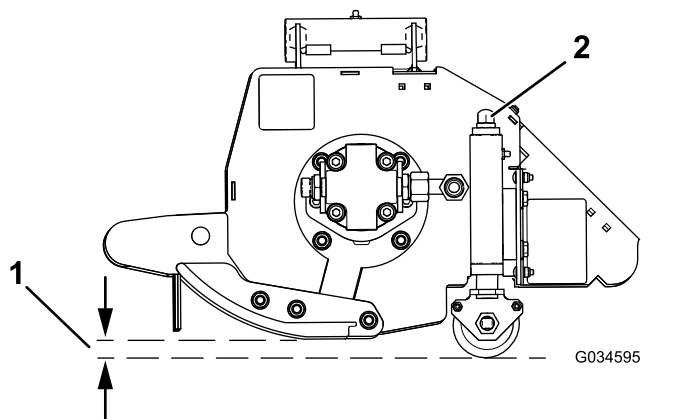

图 6
2. 顺时针转动调节螺母总成的两端可减少剪草高度逆时针转动可增加剪草高度图 6。